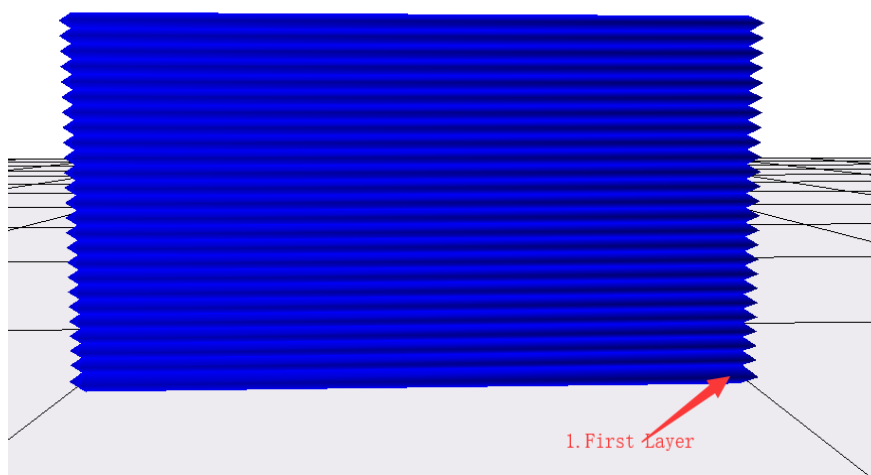
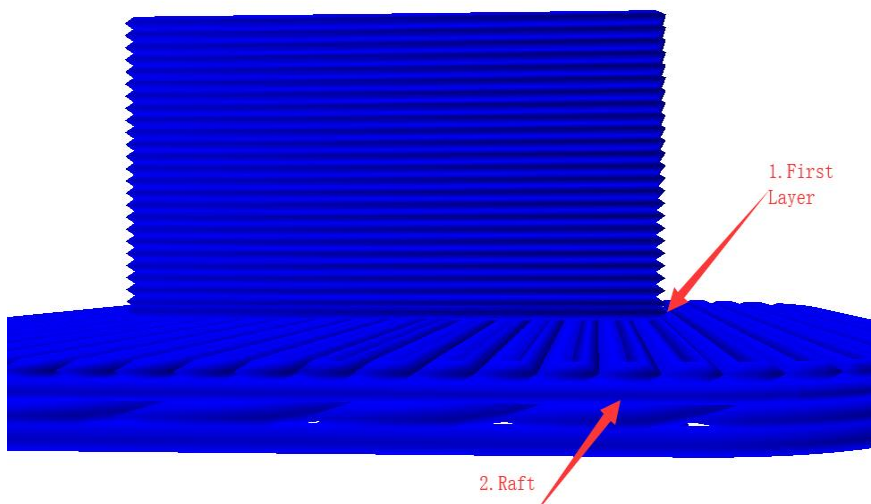
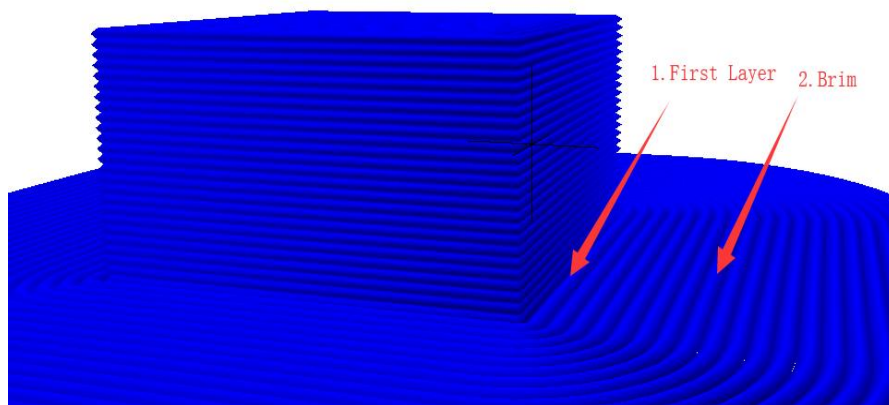
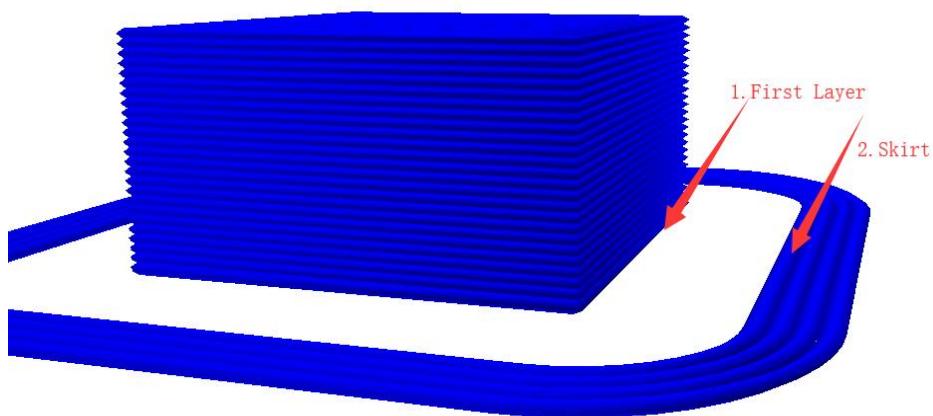

图 11, 无底板辅助结构时, 1 为模型第一层
图 12, 加衬垫时, 1 为模型第一层
图 13, 加边缘时, 1 为模型第一层
图 14, 加线条时, 1 为模型第一层
(7)初始层速度(单位 mm/s): 即模型第一层的打印速度, 如图 11、图 12、图 13、图 14 中的序号 1 的部分即为模型的第一层, 初始层速度即为这些部分的打印速度。建议速度为: 10-35mm/s